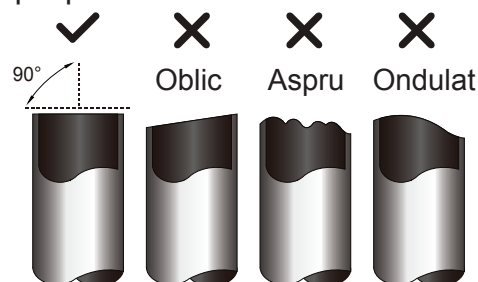

Fig. 5.1
- Asigurați-vă că țeava este tăiată la un unghi perfect de 90°. Consultați **Fig. 5.1** pentru exemple proaste de tăiere.